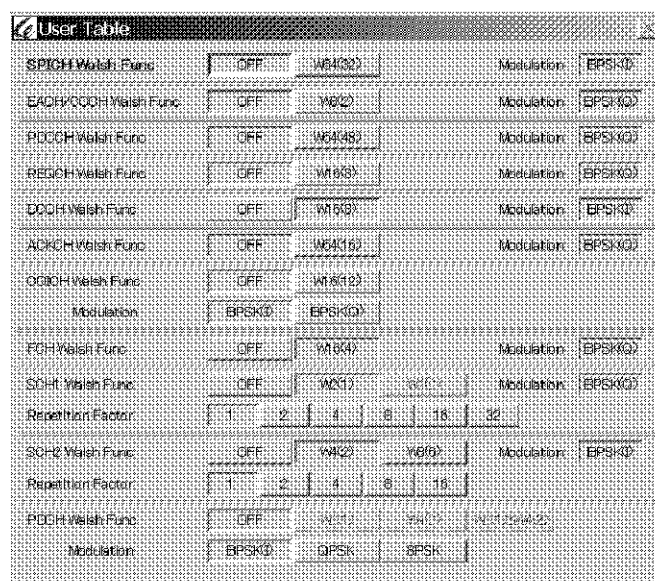

図 A-6 **[User Table]** ダイアログ・ボックスの設定例
1. **[User Table]** ダイアログ・ボックスを図 A-6 のように設定します。(PICH は測定器内部で常に設定されているため、ここでの設定は必要ありません。)